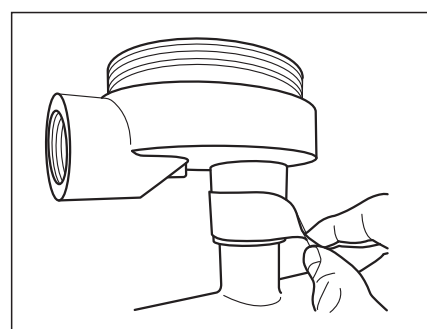
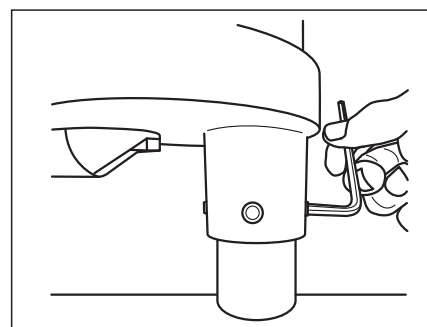

Fig.7.16
Fig.7.17
- ⑥ 注意銘板（シール）を外し、六角穴付き止めねじ（4ヶ所）を緩めてください。（Fig.7.16、Fig.7.17）
- ⑦ センサケーブルに無理な力を加えないように端子箱を回転させてください。
- ⑧ 端子箱を回転後、逆の手順で組みつけてください。